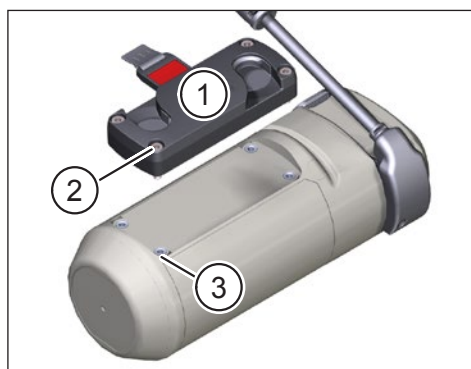

Fig. 3: Fixation du FIDLOCK® Force connector au Range Extender
- ▶ Fixez le FIDLOCK® Force Connector (élément 1 Fig. 3) avec les quatre vis à tête cylindrique M4 × 16 fournies (élément 2 Fig. 3) dans les trous (élément 3 Fig. 3) du Range Extender.